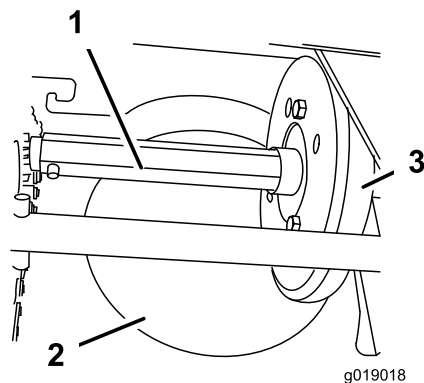

Figure 33
Graissez légèrement l'arbre hexagonal une fois par an avec de l'huile moteur de type automobile (Figure 33).
**Important:** Veillez à ne pas faire couler d'huile sur la roue en caoutchouc ou la poulie à friction en acier, car cela fera patiner la transmission (Figure 33).